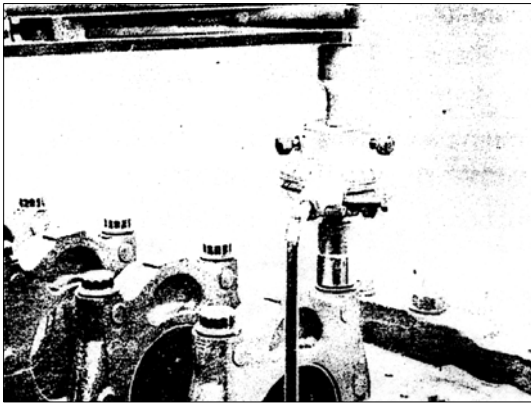

РИС. 15
- 3) Закрутите и затяните болты крышек коренных подшипников с начальным крутящим моментом в 5+1 кг·м и наконец, вращайте под 90°+20°, используя инструмент угловой индексации (рис.15).